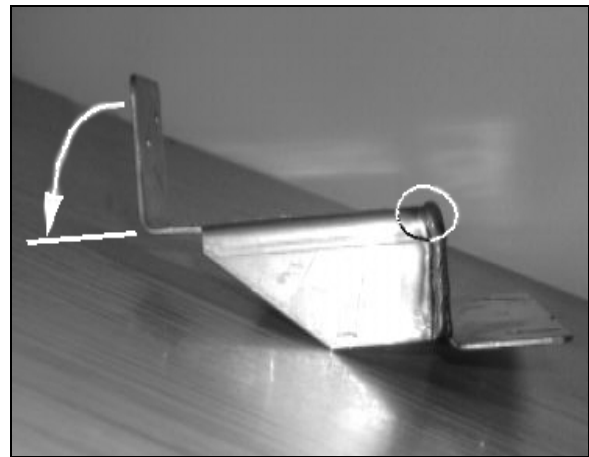

FIGURE 5: REDRESSEMENT DE LA PARTIE PLIÉE.
10. Avec des pinces et un marteau, redresser la partie pliée qui supporte originalement la soupape *Humphrey*. De plus, tout débordement de soudure sur la surface où la nouvelle soupape sera installée devra être meulé (Fig. 5). L'exécution de cette procédure est nécessaire à l'installation du nouveau distributeur assemblé *NORGREN* fourni dans l'ensemble #285921.